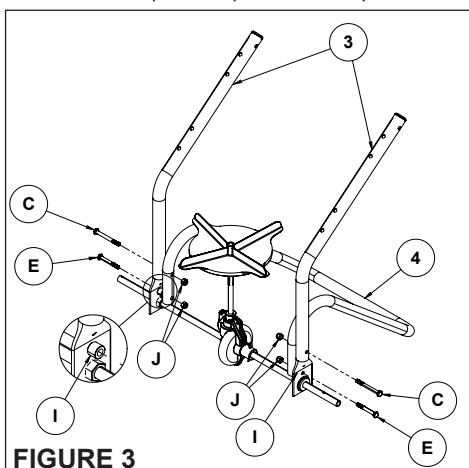

FIGURE 3
ÉTAPE 3 : (VOIR FIGURE 3)
- Fixez le support du tube (4) à l'ensemble à l'aide des écrous hexagonaux de 1/4 po (J), des boulons hexagonaux de 1/4 po (C), des boulons de 1/4 po (E) et des entretoises (I), comme illustré à la figure 3.